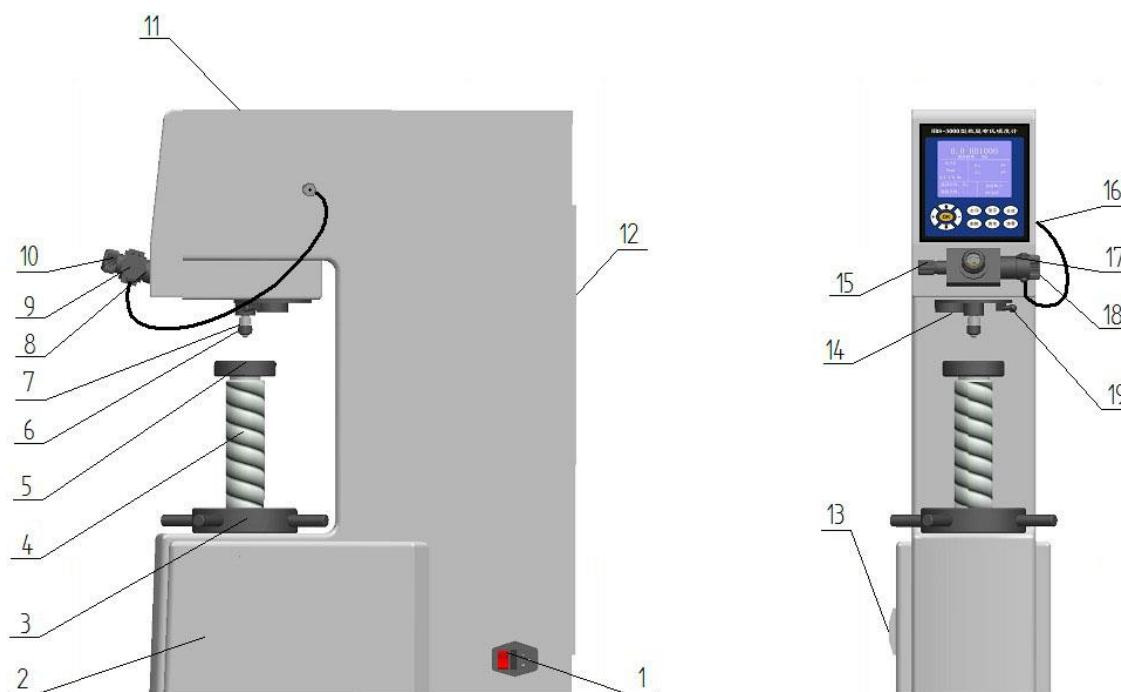

Рисунок 1.3 – Составные части твердомера стационарного Бринелля NOVOTEST ТС-Б-Ц2
На рис. 1.3 представлен твердомер стационарный Бринелля NOVOTEST ТС-Б-Ц2 с обозначением его составных частей.
2. Снимите опорные блоки с ходового винта (4 на Рис. 1.3) и индентора (6), тщательно очистите винт (4); затем нанесите немного смазочного масла на него.
4. Откройте упаковку с принадлежностями, установите микроскоп (9) в отверстие для него на верхней стороне прибора и убедитесь, что он вставлен до конца; затем подсоедините кабель микроскопа (8) к круглому разъёму (16), расположенному на верхней правой стороне прибора. Правильное положение микроскопа показано на Рис. 1.3.
5. Достаньте испытательный столик (5) из упаковки с принадлежностями и очистите его от защитной смазки; затем вставьте его в отверстие на ходовом винте.